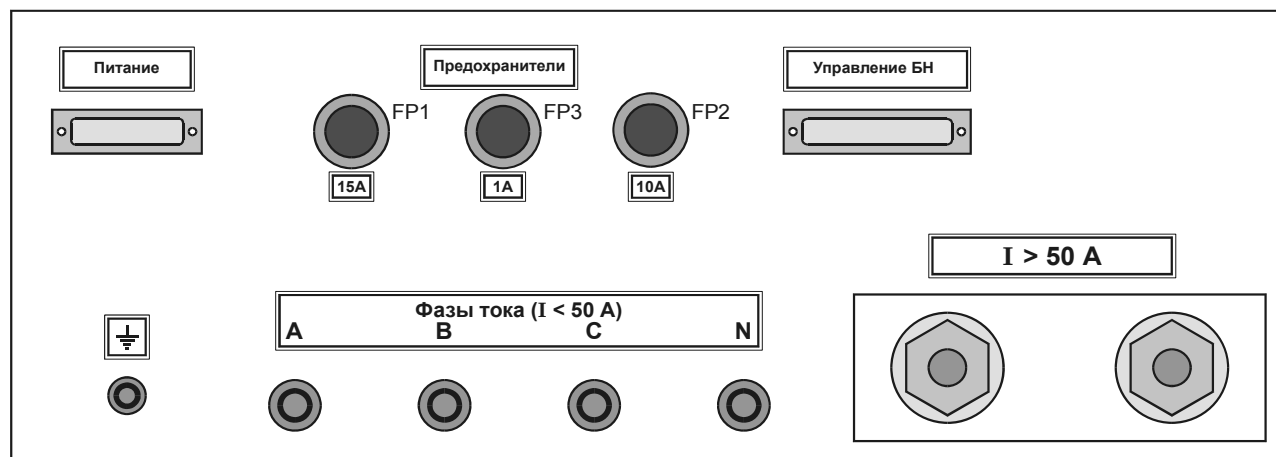

Рисунок 5 – Задняя панель блока нагрузочного
6.3.2 Задняя панель блока нагрузочного показана на рис. 5.